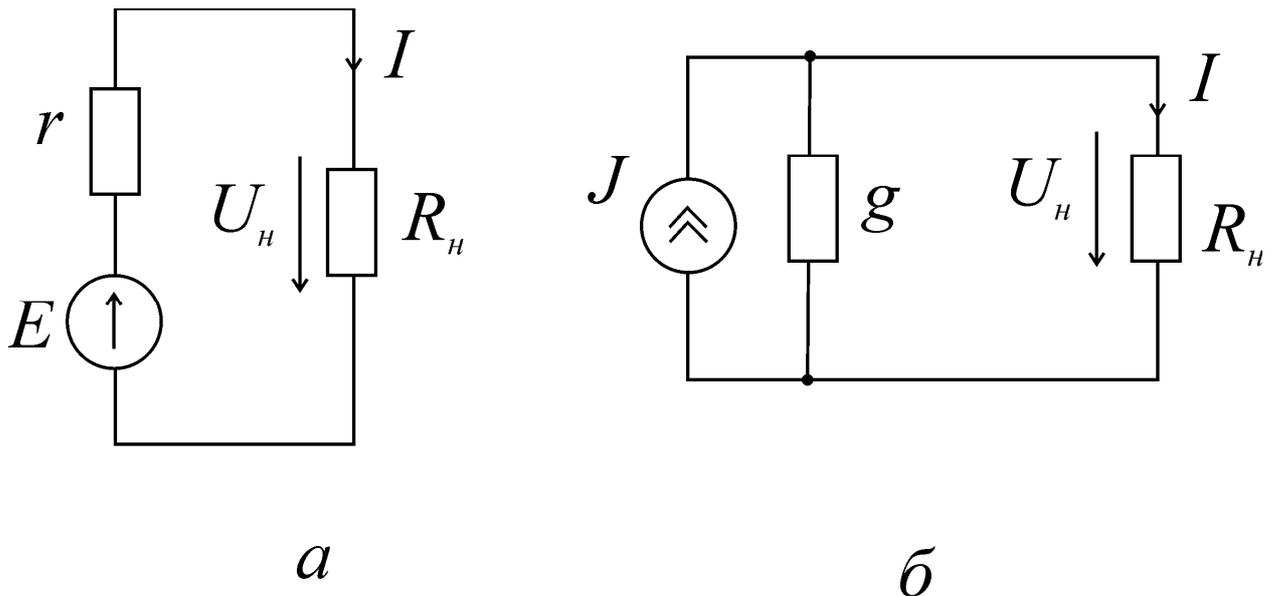

Рис. 3.3
а) источник ЭДС E с последовательно включенным сопротивлением r , равным внутреннему сопротивлению реального источника, (рис. 3.3,а; стрелка в кружке указывает направление возрастания потенциала внутри источника ЭДС, расчётный эквивалент взят в прямоугольник пунктиром);
б) источник тока с током J и параллельно с ним включенной проводимостью G (рис. 3.3,б стрелка в кружке указывает положительное направление тока источника тока).
2) схема рис. 3.3,б эквивалента схеме рис. 3.3,а в отношении энергии, выделяющейся в сопротивлении нагрузки R_n и не эквивалентна ей в отношении энергии, выделяющейся во внутреннем сопротивлении источника питания r .
В эквивалентных схемах на рис. 3.3 напряжение на нагрузке одинаковое, поэтому параметры этих схем однозначно связаны соотношениями: